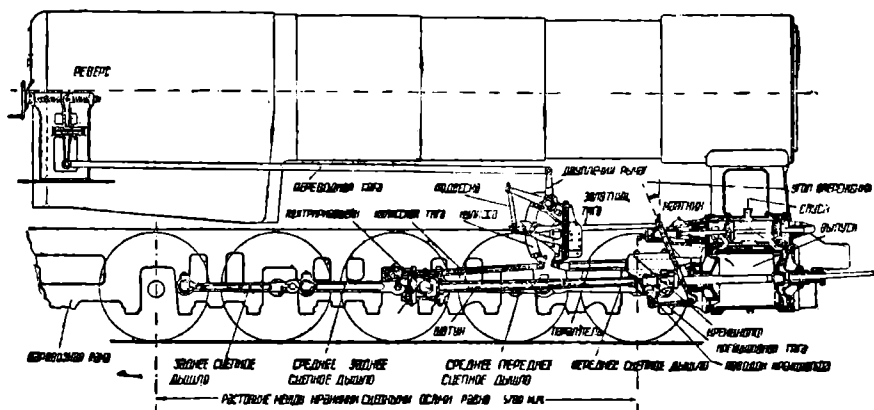
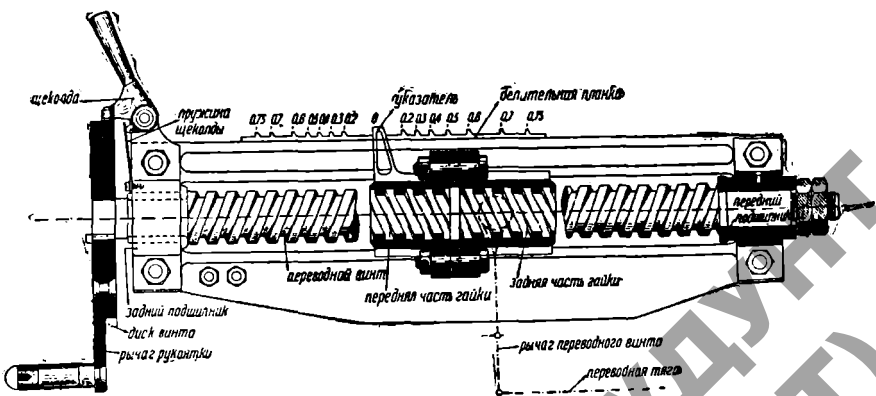

Рис. 83. Движущий и парораспределительные механизмы (пар. сер. Э).
Рис. 87. Переводный винт.
Оси, которые вместе дают силу сцепления паровоза с рельсами, соединяются между собою дышлами — спариваются, а поэтому и носят название спаренных (рис. 83). Силу сцепления не следует смешивать с тяговой силой паровоза (обусловливаемой сцеплением колес с рельсами, диаметром колес, диаметром и ходом поршня, а также паропроизводительностью котла).
лена в разобранном виде). На щеках с внешней стороны имеются опоры кулисы в виде валиков. Эти валики входят в подшипники кронштейна (рис. 83) и на них
**Переводной механизм.** Устройство подвески, двуплечего рычага и переводной тяги достаточно наглядно видно из рис. 83. **Переводной винт (реверс)** представлен отдельно на рис. 87. На конец винта насаживается на шпонке диск винта с прикрепленным рычагом. Диск имеет прорезанные по наружной окружности выемки. Если в одну из них поставить щеколду, то винт сам не повернется, будучи закреплён. Вращая винт, укрепленный в двух подшипниках (подшипники укреплены на станине переводного винта, которая прикреплена непосредственно к котлу) по часовой стрелке, мы будем ввертывать его в гайку. Но так как сам винт в продольном направлении перемещаться не может, то,